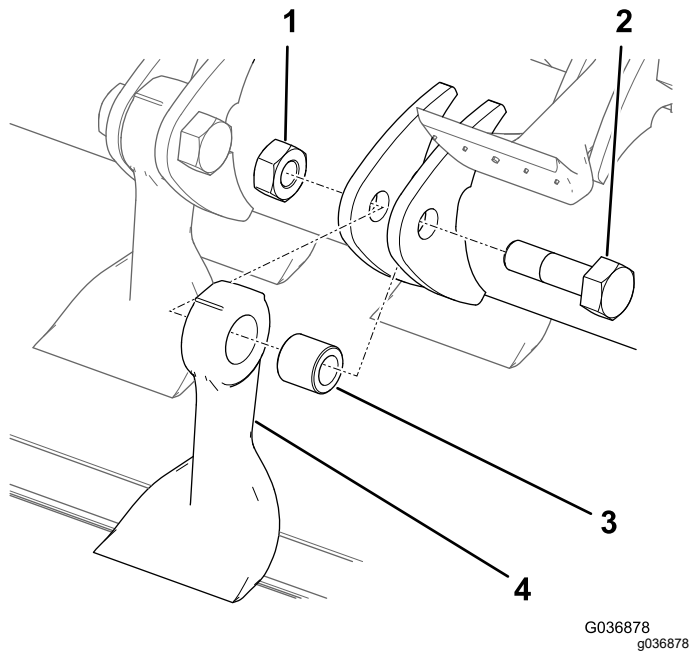

Bild 76
- Fassen Sie das Messer mit einem Lappen oder dicken Handschuh an, entfernen Sie die Mutter, die Buchse und das Messer (Bild 76).
- Setzen Sie ein neues Messer und eine neue Buchse mit einer neuen Mutter und Messerschraube ein (Bild 76).